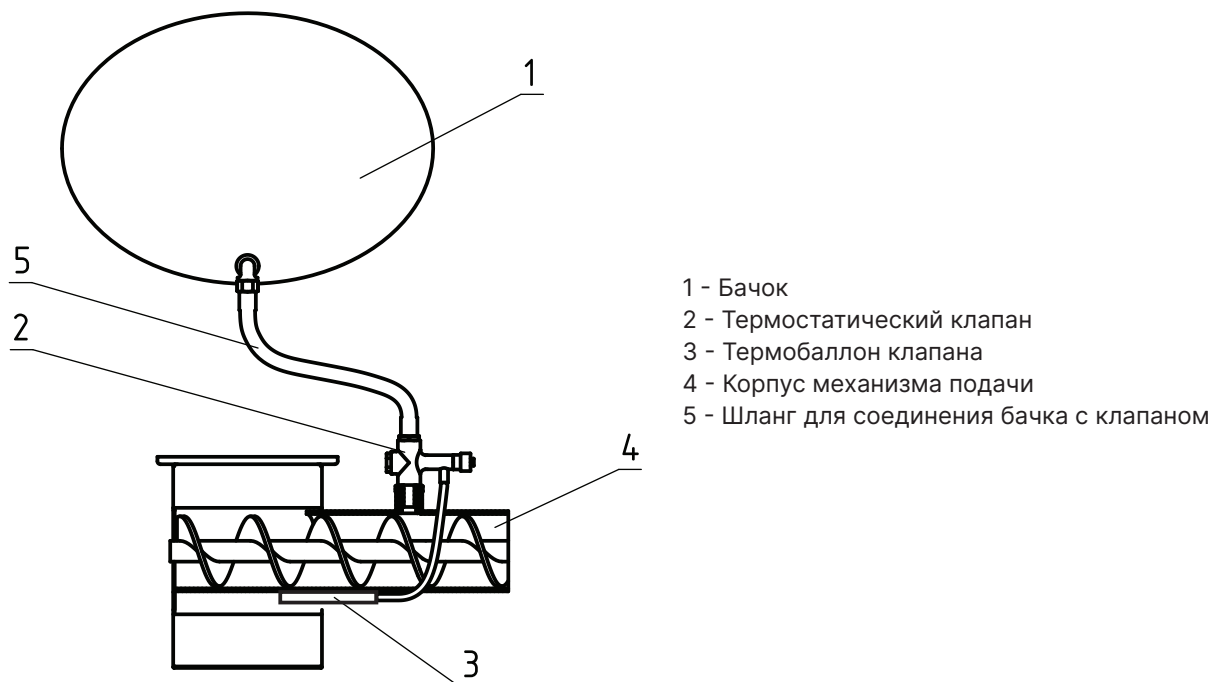

Рис.4 Система охлаждения топливопровода
- При использовании в качестве топлива топливных гранул, древесных пеллет или пеллет из лузги подсолнечника для обеспечения полной пожарной безопасности необходимо устанавливать систему охлаждения топливопровода (опция, **см. Рис.4**);
- В качестве опции доступна система охлаждения топливопровода (**см. Рис.4**);